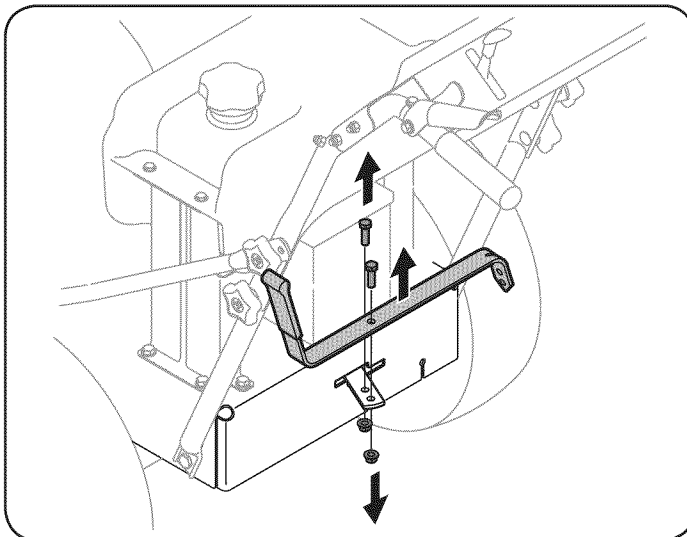

Figura 5
1. Extraiga el tornillo y la tuerca de seguridad que sujetan la palanca de cambios a la placa de la palanca de cambios. Vea la Figura 5.
2. Extraiga el tornillo y la tuerca restantes de la placa de la palanca de cambios inferior. Vea la Figura 5.